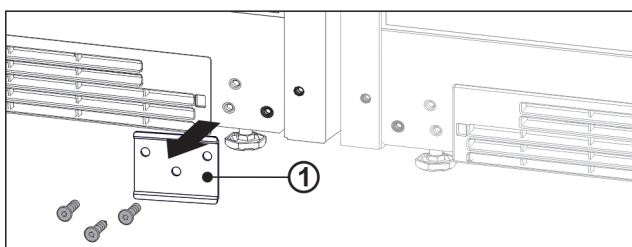

Fig. 14
- ▶ Jeżeli zamontowana jest blaszka Fig. 14 (1), należy ją odkręcić.